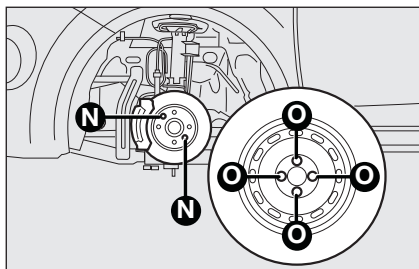

fig. 7
- monter la roue galette en faisant coïncider l'axe **N**-fig. 7 avec l'un des orifices **O** se trouvant sur la roue ;